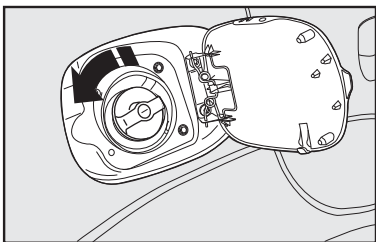

fig. 108
- segure a tampa e gire a chave no sentido anti-horário (algumas versões); prossiga girando a tampa **fig. 108** até o seu completo desalojamento.